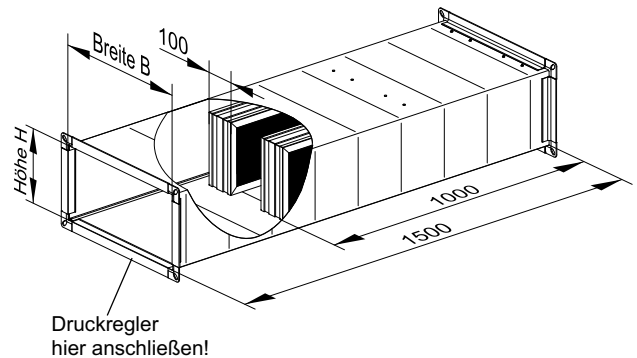

Abb. 9: Darstellung zur Montage des Schalldämpfers SKB-V
3. Schalldämpfer mit der Anschlussseite ohne Kulissen mittels Schraubverbindung an den Druckregler montieren. Siehe Abb. 9.